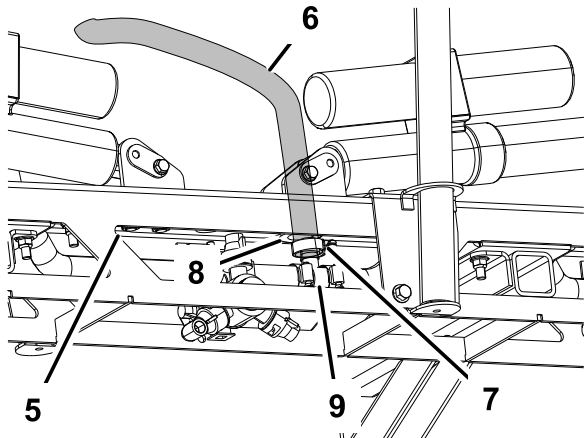

図 31
3. 左右のエクステンション・ブームのホース継手に石鹼水を塗る(図 31)。石鹼水を塗った継手にブーム・エクステンションを差し込み、クランプで固定する。
4. センター・ブームのT字継手のホース接続部図 31。
5. センター・ブームのホースをセンター・ブーム・アセンブリのハトメ付きの穴に通す。石鹼水を塗った継手にセンター・ブームの給水ホースを接続し、クランプで固定する図 31。